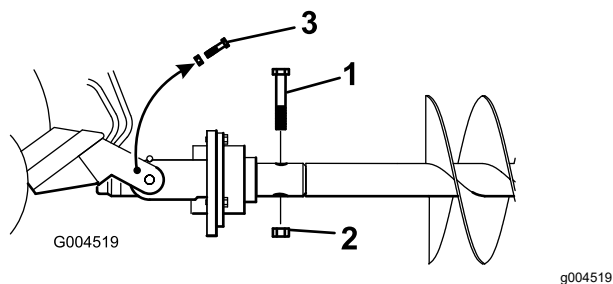

Figura 8
10. Fixai melcul la capul de antrenare cu un urub ($\frac{7}{8}$ x 4 $\frac{1}{2}$ ") i piuliță ($\frac{7}{8}$ ") aa cum se arată în **Figura 8**.